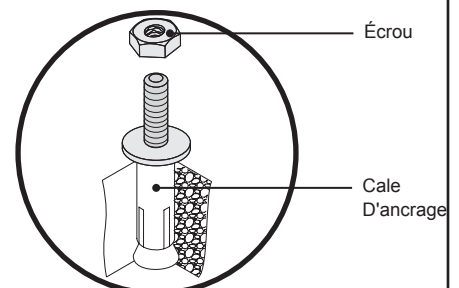

Figure 22. Wedge cheville
- Insérer la cale d'ancrage dans le trou percé. Si nécessaire, utiliser un marteau et taper doucement le coin d'ancrage en place (Figure 22).